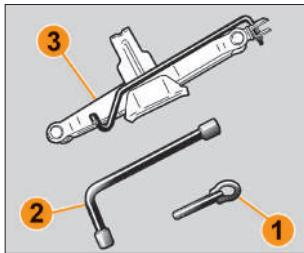

Рис. 6.1.2. Комплект инструментов для автомобиля (в вариантом исполнении)
**Комплект инструментов для автомобиля состоит из (рис. 6.1.2):**